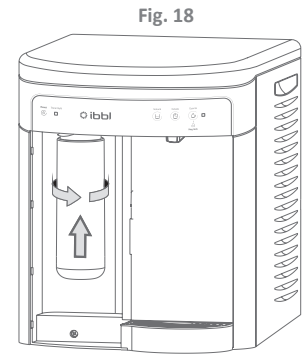

Fig. 18
- Substituir por um novo Refil “Girou, Trocou” no produto, encaixá-lo para cima e girar para a direita para conectar no produto (Fig.18).
- Após a troca do refil repetir o procedimento do item 6.